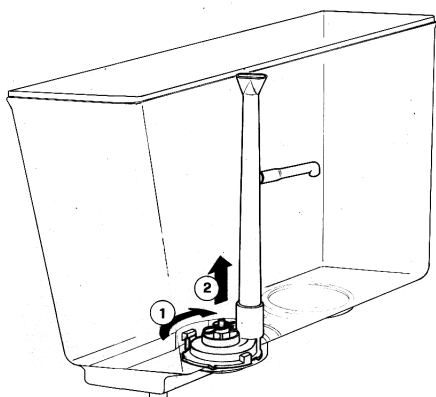

figura 3
- 2 - **Series BS:** quitar el grupo bomba girándolo en sentido horario (1) y levantándolo (2). Desmontar el tubo de mandata y el tubo a "L". Para desmontar la turbina y el eje del grupo bomba, desenganchar la clavija de fijación (ver figura 3).